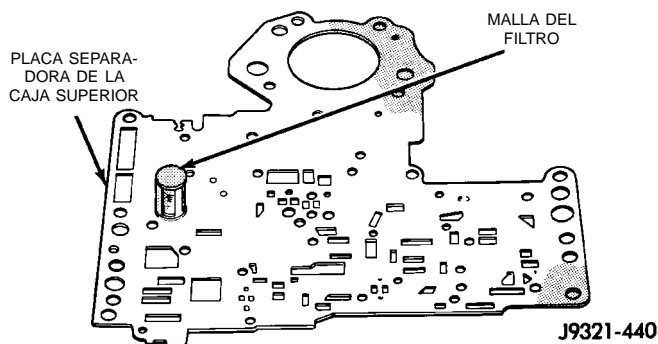

Fig. 78 Instalación de la malla del filtro de la placa separadora
- (2) Instale la malla del filtro en la placa separadora de la caja superior (Fig. 78).